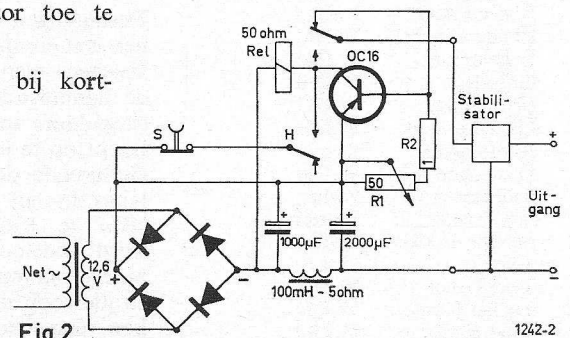

Fig. 2
I.p.v. een thyristor kan men ook een gewone transistor toepassen. Alleen dient men dan evenals in de schakelingen van fig. 2 en 3 een houdcontact op het relais beschikbaar te hebben. Als op het relais nog een extra stel contacten aanwezig is, kan men met